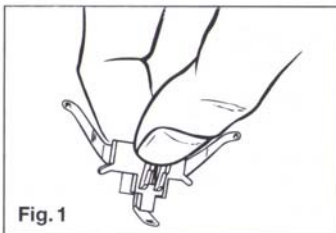

Fig. 1
1. Mit Daumen und Zeigefinger die Radkontaktfeder am Kunststoffteil greifen. Dabei die Kunststoffklammern mit dem Daumen leicht andrücken (Fig. 1).